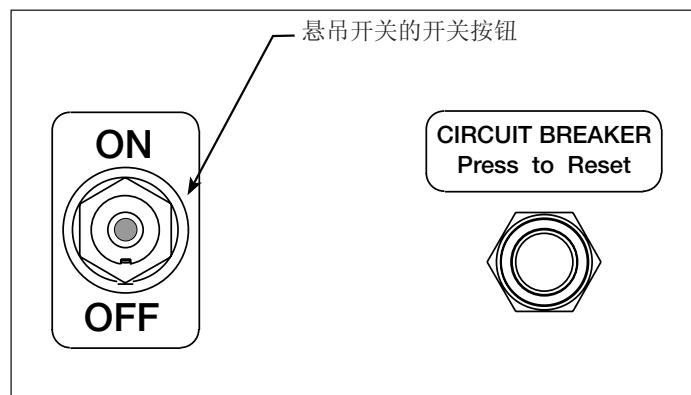

图 6 – 泵控制面板
### 5.1 泵开关（见图 6）
- 将设备连接到电源上。将泵的电源开关置于“ON”位置。见图 6。